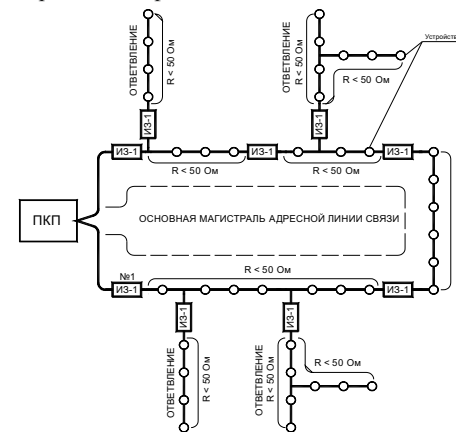

Рисунок 3
- разрывать кольцевую АЛС (Рисунок 3) в двух местах установки изоляторов, ближайших к точке короткого замыкания. Это локализует участок между изоляторами и оставляет работоспособными участки АЛС между выходами приемно-контрольного прибора и сработавшими изоляторами шлейфа.
- кольцевой АЛС (Рисунок 3).